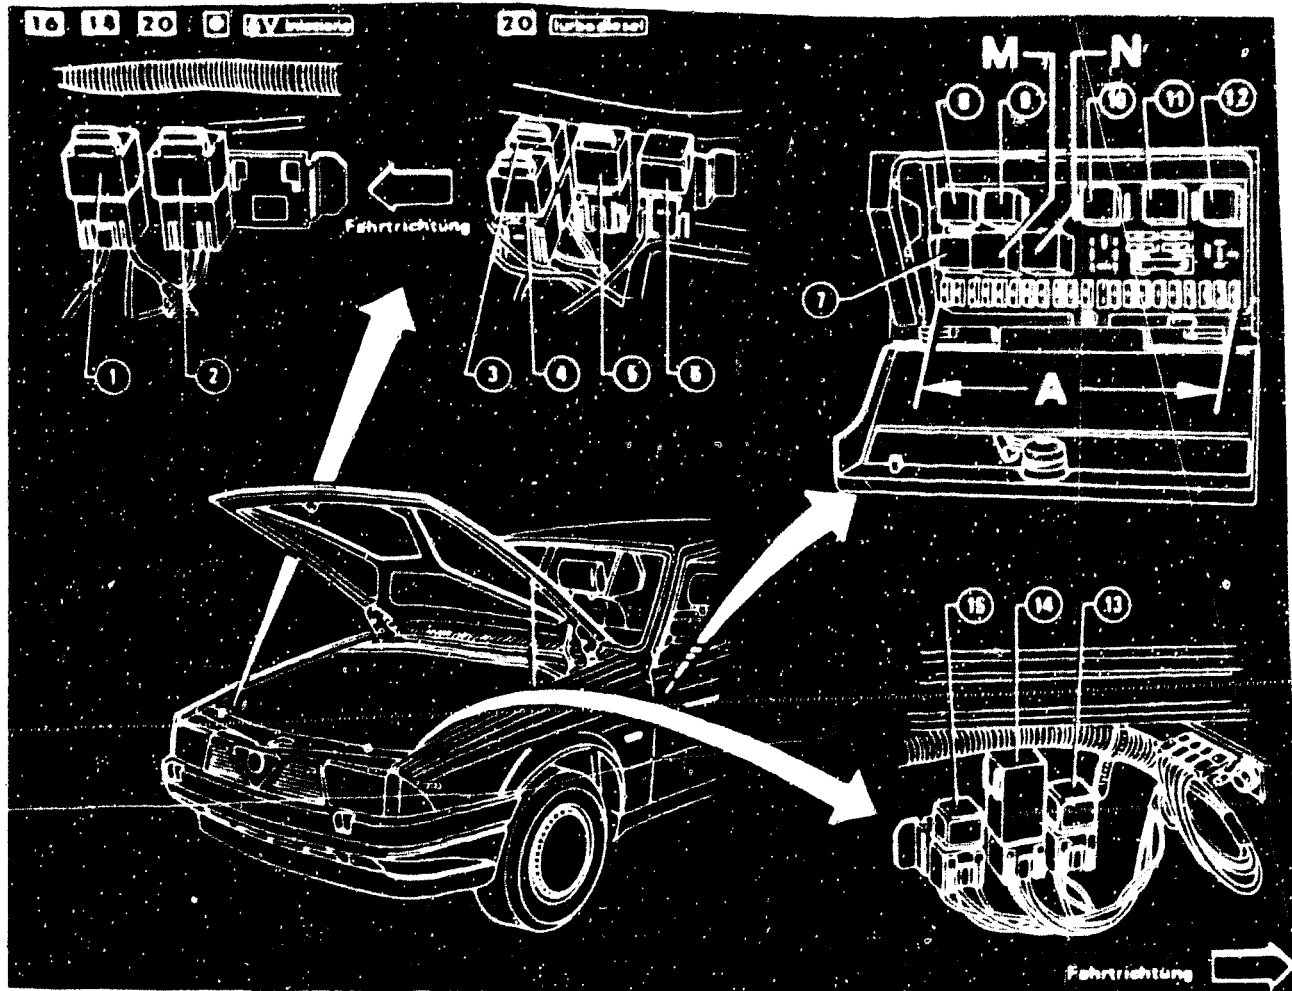

Bild 45 Einbau der Sicherungen (A) und der verschiedenen Relais (1...15).
Der Sicherungskasten ist am Armaturenbrett unten links neben der Lenksäule angebracht. Einige Relais sind im Sicherungskasten eingesteckt, die anderen befinden sich im Motorraum, vorne rechts und links (Bild 45).
- c) Der **Blinkgeber** ist im Sicherungskasten (M in Bild 45) eingesteckt.